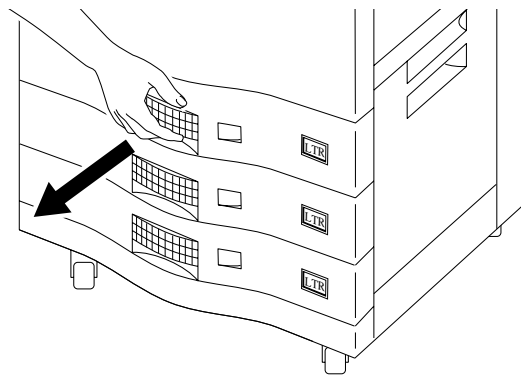

Abbildung 3-34 Öffnen der Papierzuführung
1. Öffnen Sie die angegebene Papierzuführung (siehe Abbildung 3-34).